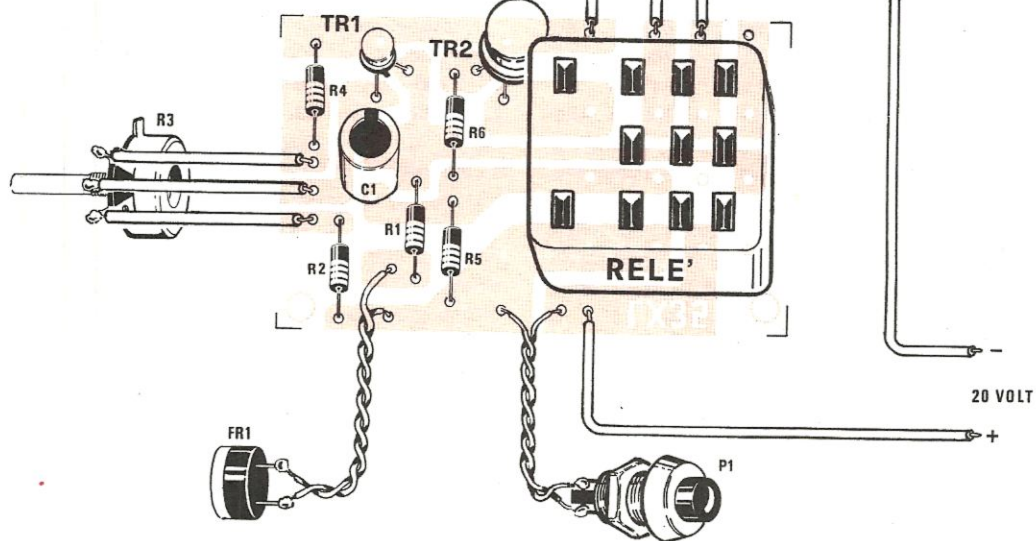

Fig. 3. Schema pratico di montaggio. Sul circuito qui visibile è inserito lo zoccolo del relè.
**Fig. 3.** Schema pratico di montaggio della sonda digitale. Nel montaggio occorre rispettare la polarità dei due diodi Led in modo che l'anodo (terminale +) risulti collegato al positivo di alimentazione. Collegandolo in senso inverso il diodo non si illuminerà.